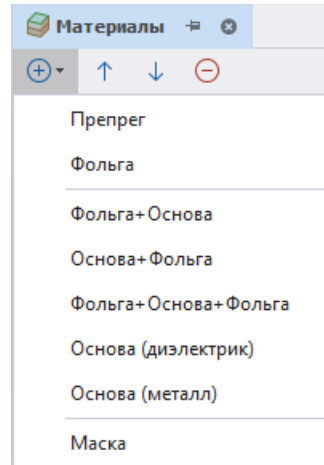

Рис. 77 Выбор конструктивного элемента
2. В выпадающем списке выберите конструктивный элемент, см. Рис. 77.